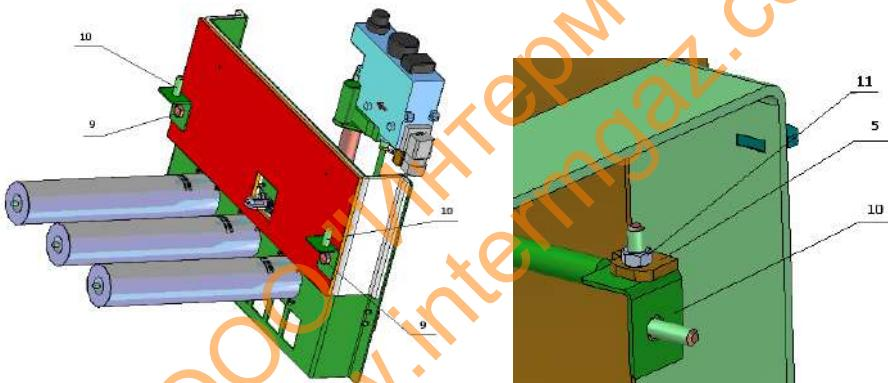

Рис.16 Крепление горелок УГт-35S; УГт-45S
6.3 У котлов **КС-ТГ-30/30S; КС-ТГ-40/40S** для крепления горелок УГт (**рис.16**) требуется: снять кронштейны 10 (левый и правый) с щитка горелки и установить на кронштейны 5 (**рис.13,16**) котла. На болты кронштейнов 10 надеть и закрепить горелку.